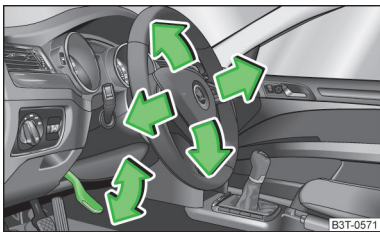

Abb. 2
- Den Sicherungshebel unter dem Lenkrad nach unten schwenken » Abb. 2.